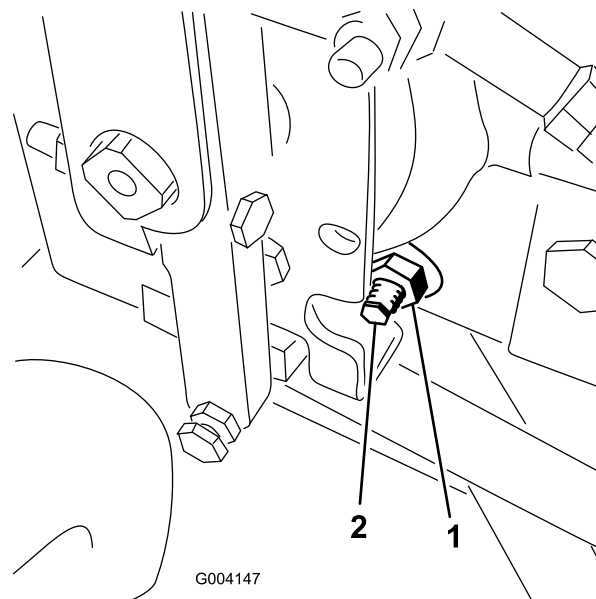

Figura 68
4. No lado direito do hidrostato, solte a porca de bloqueio no excêntrico de ajuste da tracção (Figura 68).